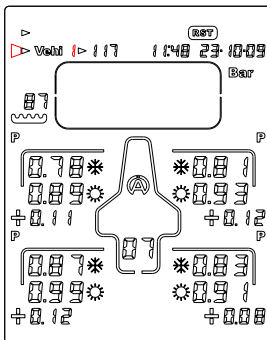

Figura 15
- 2) Con il tasto  o , selezionate l'icona « **Vehi** » (figura 15)
- 3) Con il tasto  o  , selezionate il veicolo desiderato (figura 15)